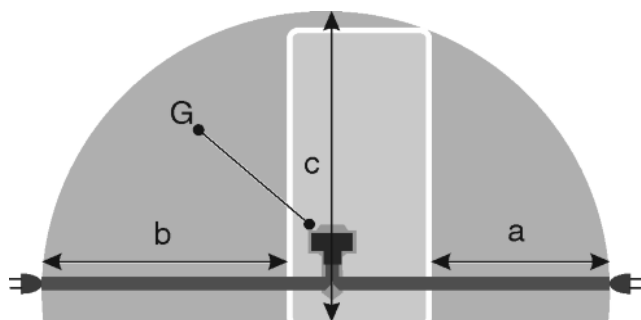

Fig. 20
- La prise de courant est en dehors de la zone postérieure de l'appareil dans la zone concernée. *Fig. 20 (a, b, c)*
u Introduire la la fiche de l'appareil *Fig. 20 (G)* au dos de l'appareil. Veiller à ce qu'elle s'introduise correctement.